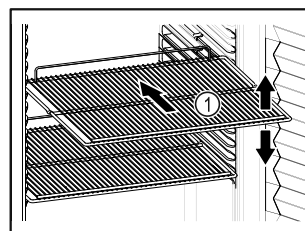

Fig. 59 Primjer izgleda
- ☐ Ako su rešetke za polaganje Fig. 59 (1) pomične, prilagodite ih po visini.